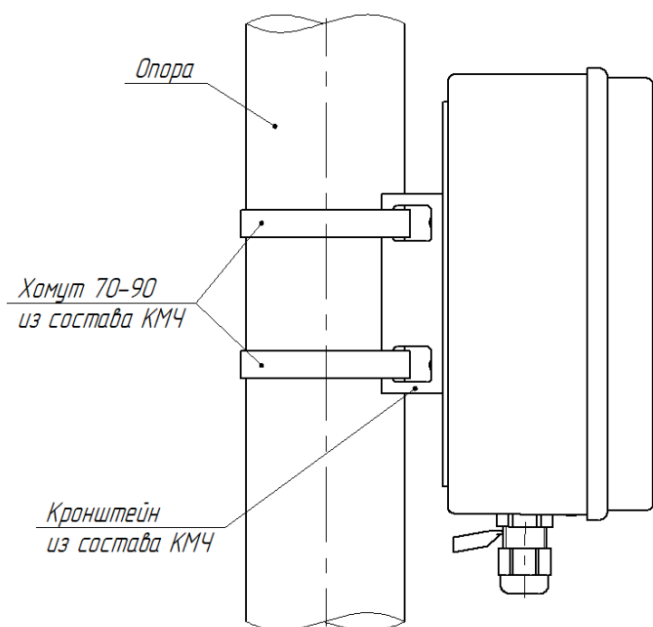

Рисунок 2 – Крепление блока БГр-6.1 ФРСБ.468244.003 на опоре
3.2 Открыть крышку блока и установить блок вблизи извещателя на столбе диаметром от 70 до 90 мм, используя хомуты (из комплекта КМЧ) (рисунок 2), или на стене, используя саморезы с прессшайбой (в комплект поставки не входят) (рисунок 3).